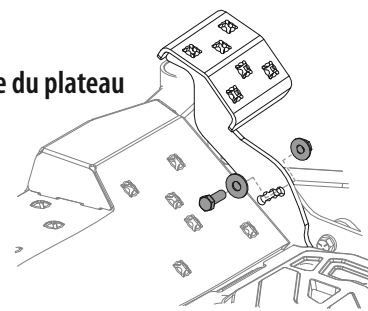

Figure 40
- Retirez le boulon hexagonal, la rondelle et l'écrou hexagonal près du centre de la pédale. Voir Figure 40.